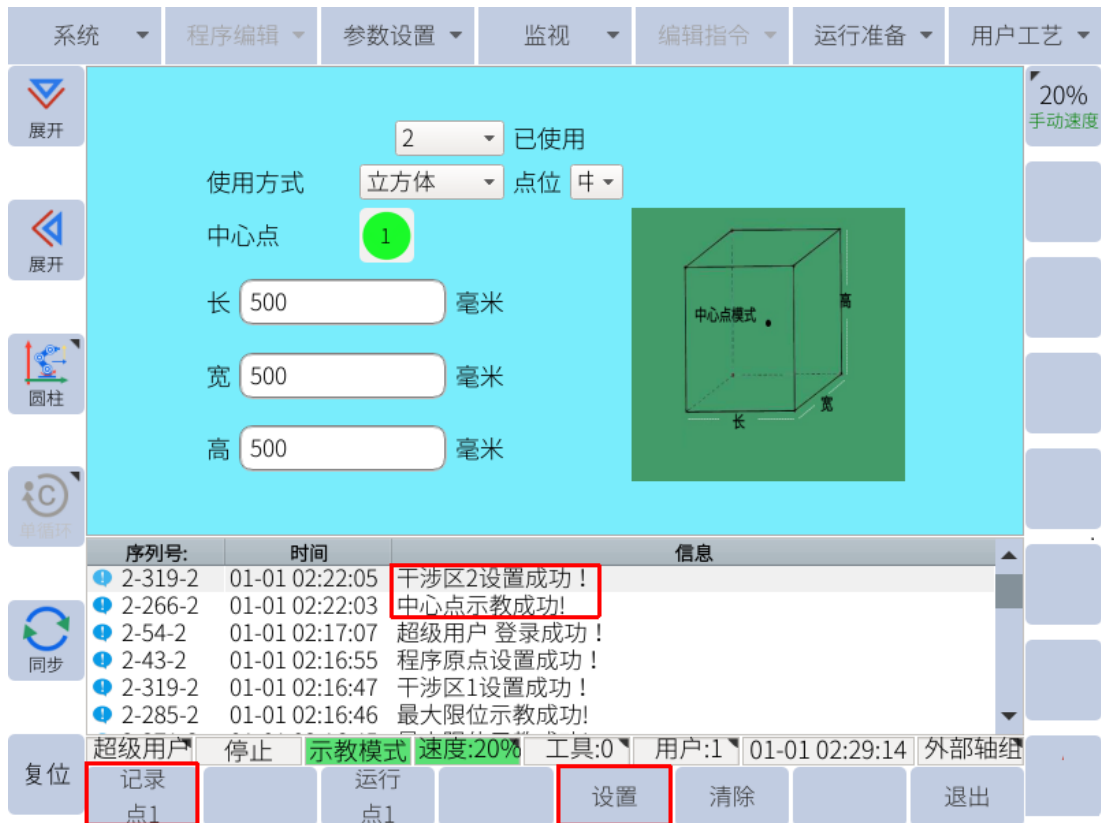

图 6-54 : 中心点模式
5. 点击子菜单栏的“设置”，干涉区即设置成功，如图 6-54 所示。